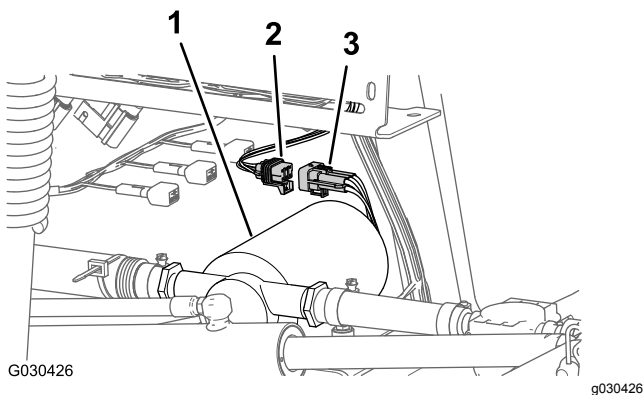

Figure 6
2. Débranchez le connecteur à 6 broches sur le faisceau de la pompe de rinçage du connecteur à 6 douilles sur le faisceau principal arrière (Figure 6).